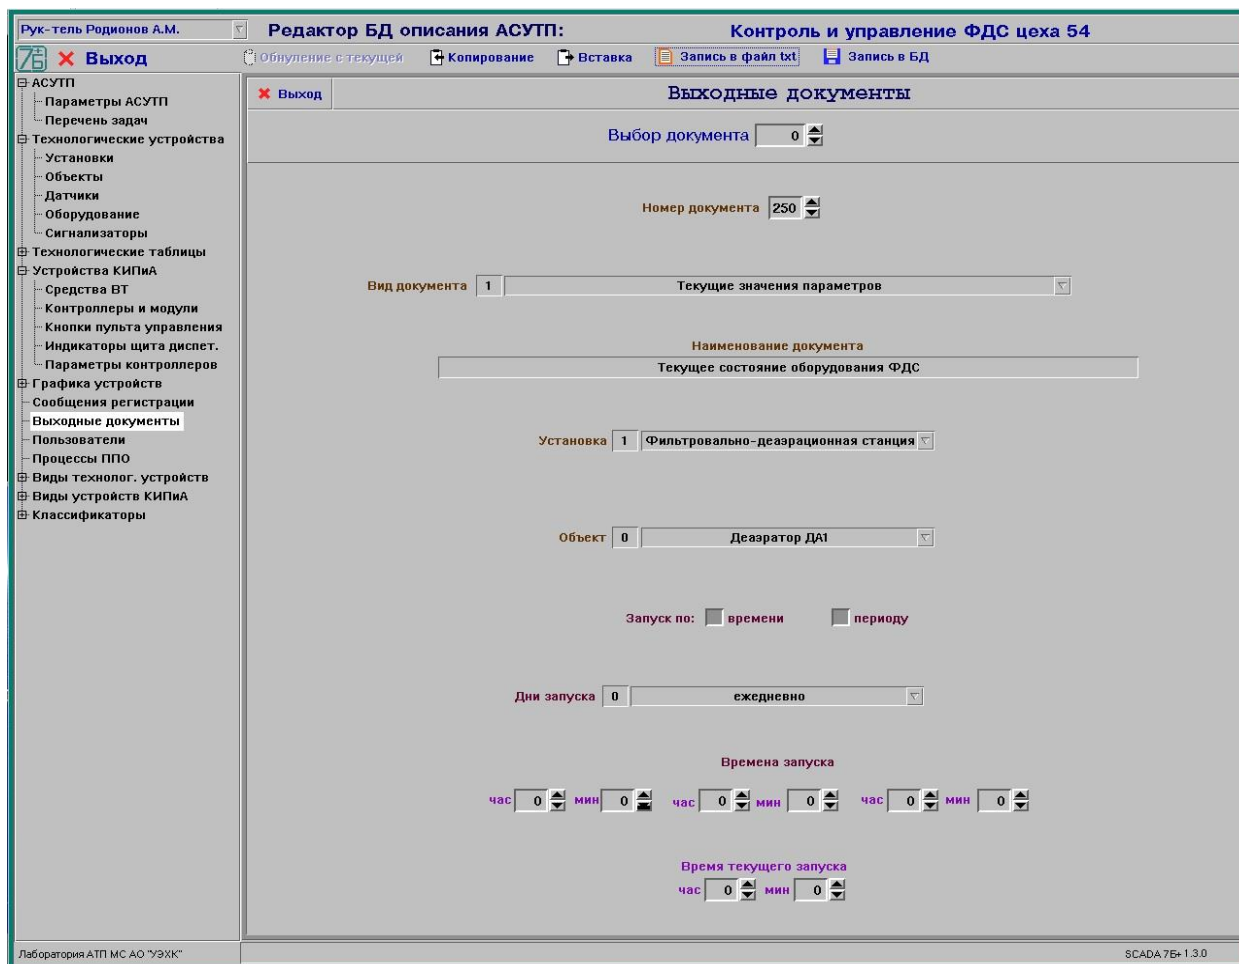

Рисунок 11 - Окно редактирования параметров выходных документов
8.9.1 После выбора в иерархическом списке темы «Выходные документы» на экране будет отображено окно редактирования параметров выходных документов (см. рис. 11).